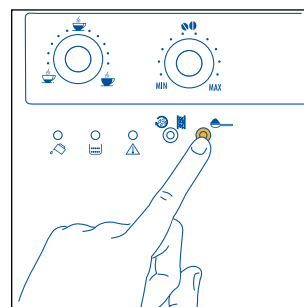

Fig.18
1. Prima a tecla  para seleccionar a função de café pré-moído (fig. 18). A luz situada no interior da tecla acende-se, indicando que a função foi seleccionada e que se excluiu o funcionamento do moinho de café.